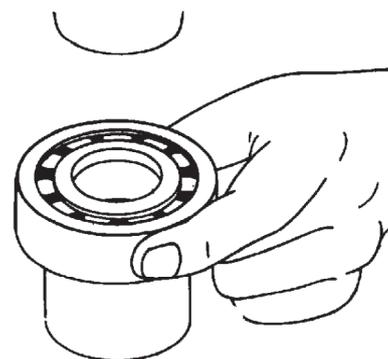

Figura 52
- A. Apoie uma luva adequada sobre a mesa de uma prensa e posicione o novo rolamento piloto sobre a luva (Figura 52);